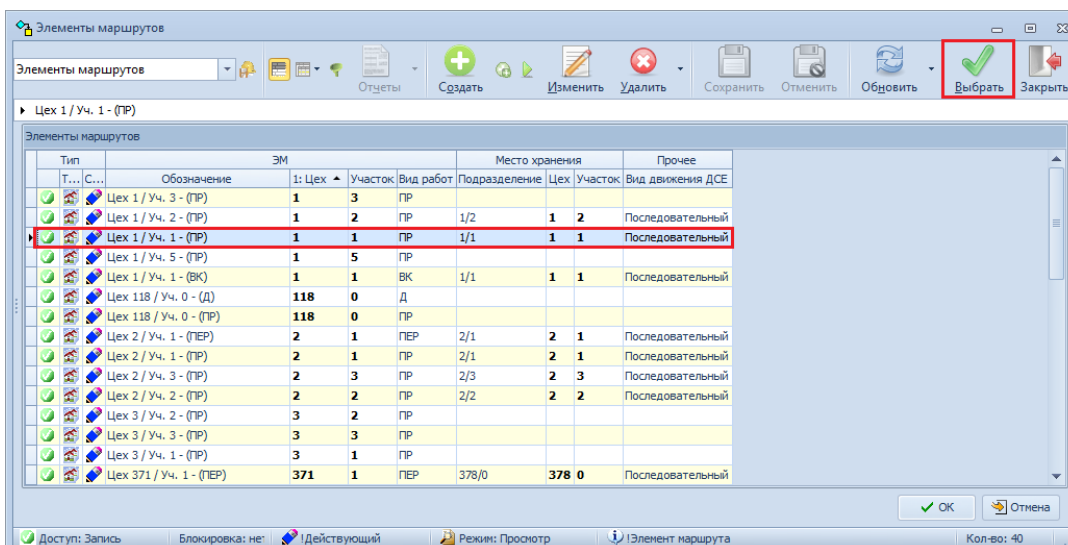

Рисунок 85. Пример выбора элемента маршрута в окне справочника
- 9.4.3. В окне справочника «**Элементы маршрутов**» выбрать в списке нужный элемент маршрута и выделить его щелчком левой кнопки мыши (рис. 85).
- 9.4.4. На панели инструментов окна справочника нажать кнопку **Выбрать** (см. рис. 85). В результате — окно справочника закроется, а в диалоговом окне «**Элемент маршрута**»: